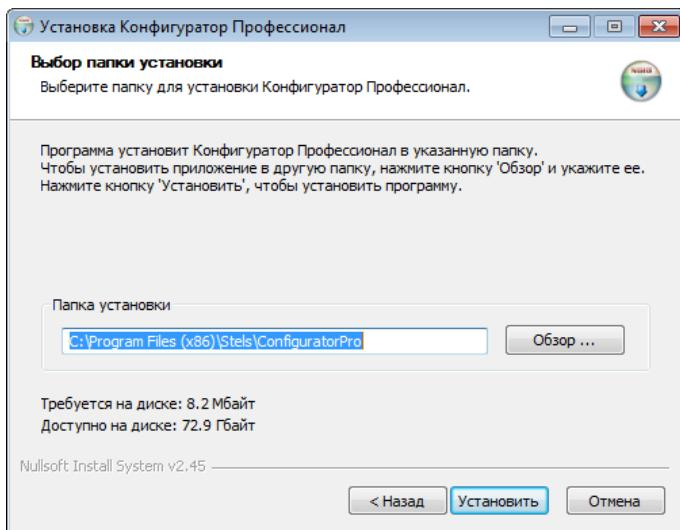

Рис. 4.3. Окно Выбор папки установки
5. В следующем окне укажите папку установки и нажмите кнопку Установить (Рис. 4.3).